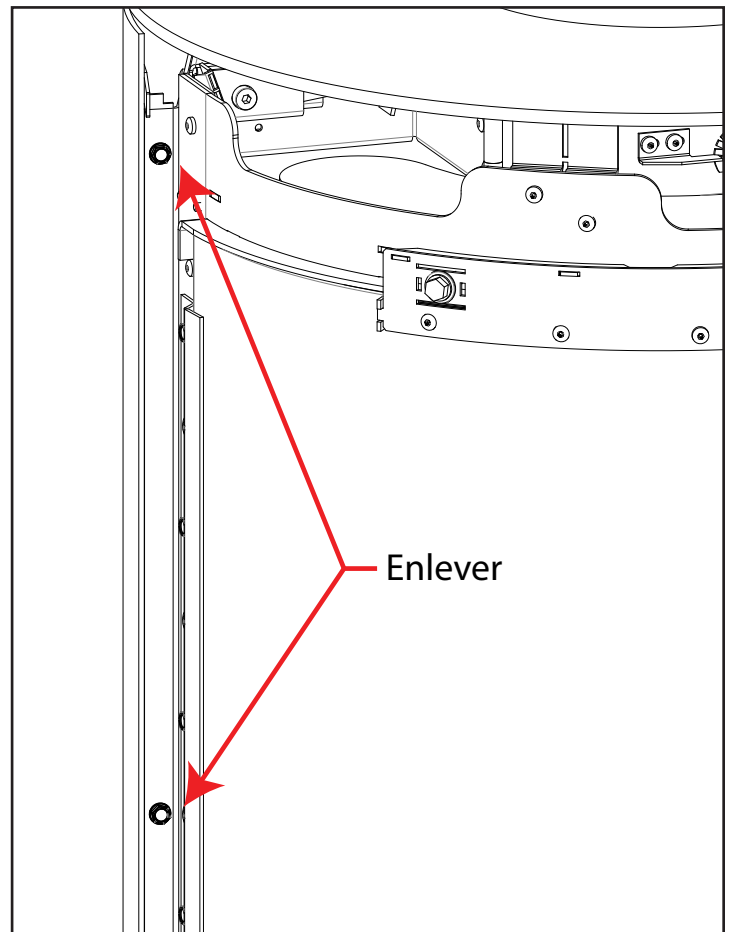
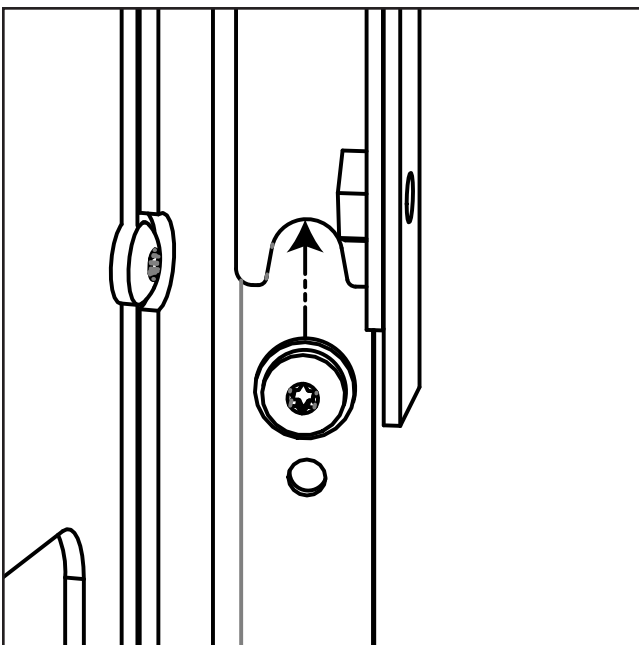

Figure 21: Détachement du châssis arrière
Figure 22: Entretoise de châssis arrière
3. Positionnez-vous de manière à vous permettre de soutenir le châssis une fois détaché. Retirez les quatre vis de montage à l'aide d'une douille 5/16" (voir la Figure 21). Il y a deux entretoises en bas à l'arrière qui supportent le poids du châssis arrière (voir la Figure 22). Le châssis pivotera vers l'arrière une fois complètement détaché.